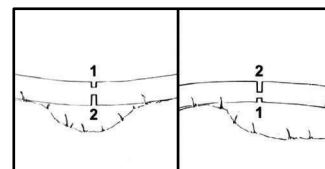

Fig. 1
**Avertisment: Dacă arborele este sub tensiune, bara de ghidare poate fi ciupită. Utilizatorul va pierde controlul ferăstrăului cu lanț, ceea ce va duce la răni grave. (Fig. 1)**
- Mai întâi se taie o canelură de eliberare a forței din partea strânsă (1), apoi se taie în partea liberă (2).